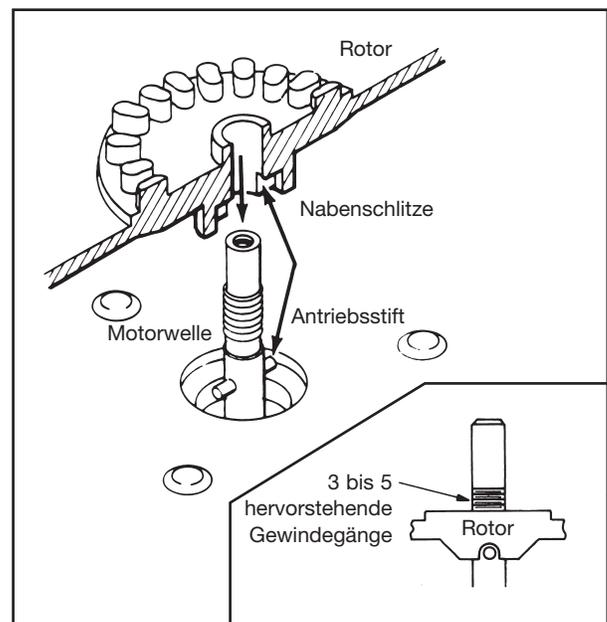

Abbildung 3-4. Einbau der Rotoreinheit
- a) Platzieren Sie den Rotor so, dass die Schlitze an der Unterseite der Rotornabe mit dem Antriebsstift der Motorwelle ausgerichtet sind (Abb. 3-4).